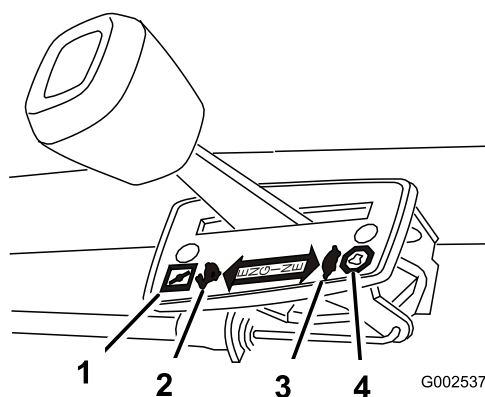

Figura 8
Le impostazioni dell'acceleratore sono riportate nella Figura 8.
- Portate la leva dell'acceleratore in posizione Starter (Figura 8).
- Portate il selettore della velocità di trazione in posizione di Folle (N).